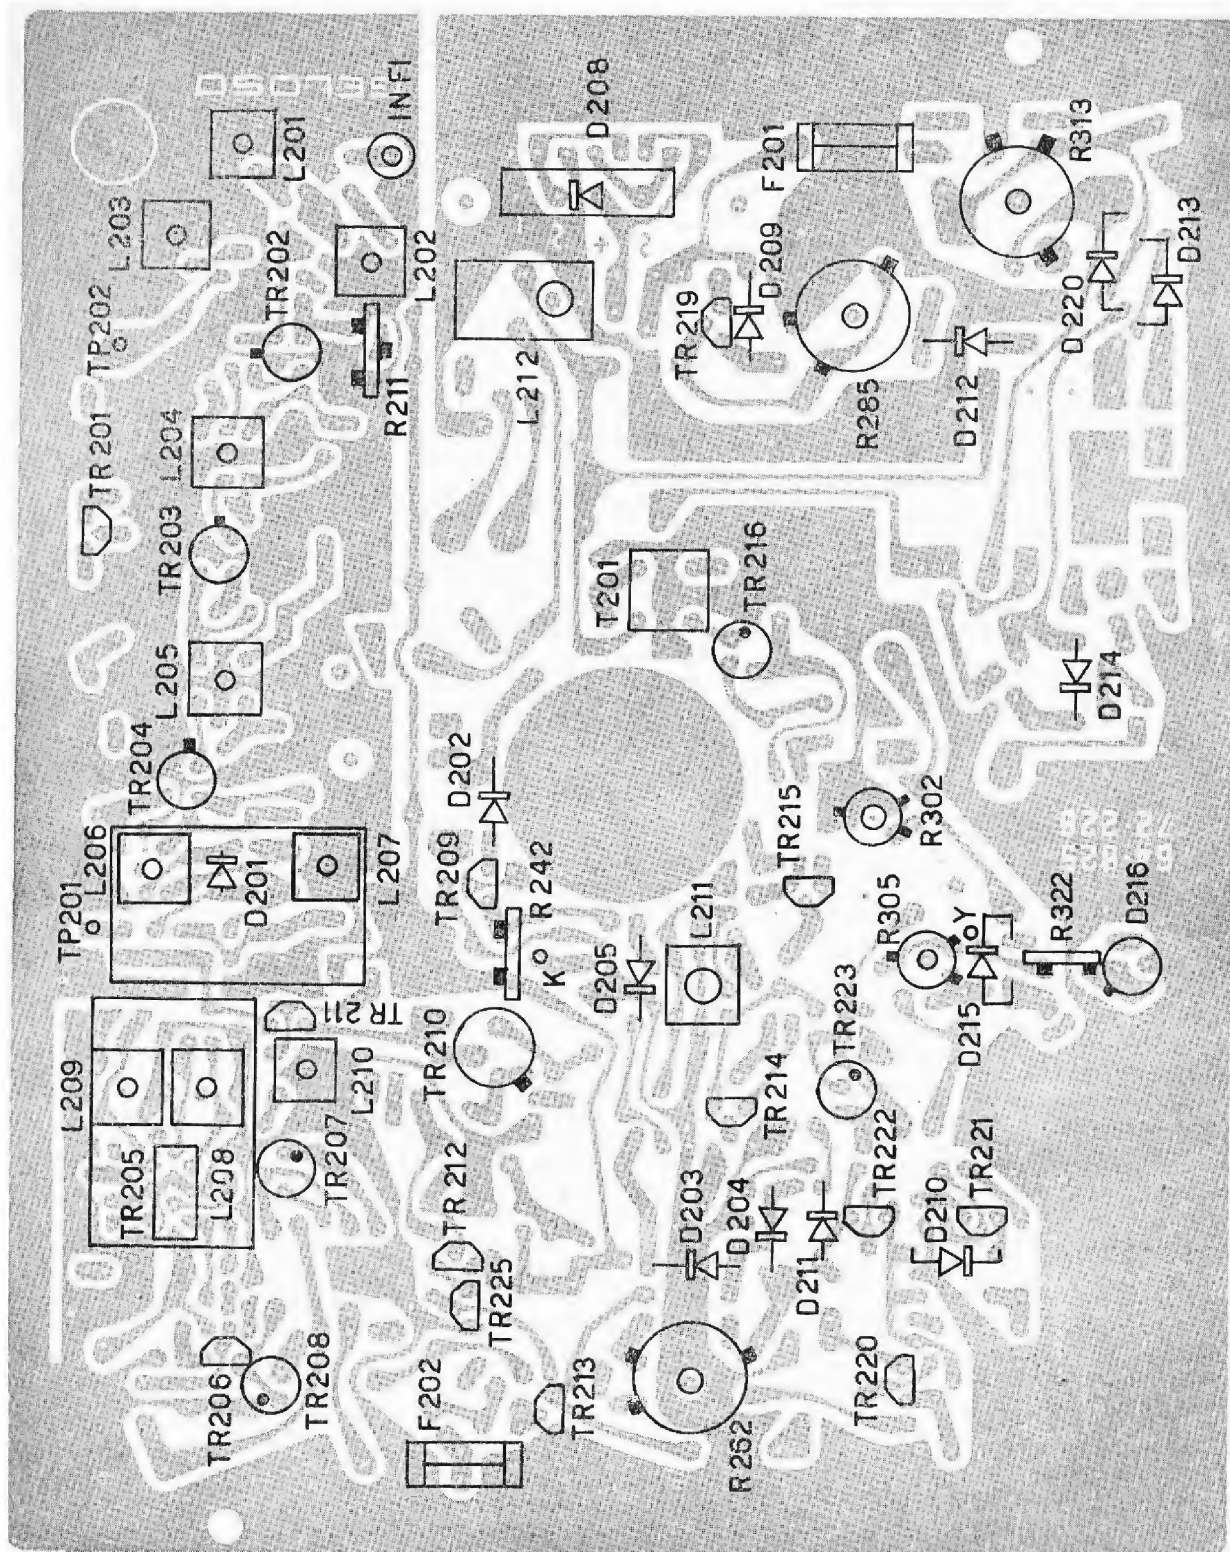

Fig. 5 - Piastra video e sincronismi vista lato rame.
La tensione dei varicap è regolata mediante il potenziometro R 322 e deve essere di 27 Vdc al punto Y (fig. 5).
Questa regolazione deve essere fatta in assenza di segnale di antenna (o meglio staccando il cavetto che collega il gruppo integrato alla piastra di F.I.) e si effettua agendo sul potenziometro R 242 (fig. 5) fino ad ottenere una tensione emettitore-massa del transistor TR 209 di 2,8 Vdc.
Anche questo caso si deve effettuare l'operazione in assenza di segnale, regolando il potenziometro R 211 (fig. 5) in modo che la tensione fra il centro del potenziometro stesso e massa sia di 1,3 Vdc.
- a) Utilizzando la nota fissa che trasmette la stazione RAI in presenza del monoscopio; col legando un millivoltmetro ai capi dell'altoparlante si regola la bobina L 208 per la massima uscita e la L 209 per il minimo rumore di fondo (fig. 5).
Si effettua agendo sul potenziometro R 297 per il migliore interlacciato (fig. 5).
- Determinare la posizione centrale del potenziometro R 262 (comando non accessibile a televisore chiuso) che costituirà la regolazione fine della frequenza orizzontale (fig. 5).
- Portare in frequenza il quadro agendo sulla bobina dell'oscillatore a 15.625 Hz (bobina L 211 - fig. 5).
5,5 MHz, sullo schermo del cinescopio, regolando eventualmente il televisore in modo che il reticolo sia ben visibile; regolare poi il nucleo della bobina L210, fino a ridurre al minimo il reticolo stesso (fig. 5).